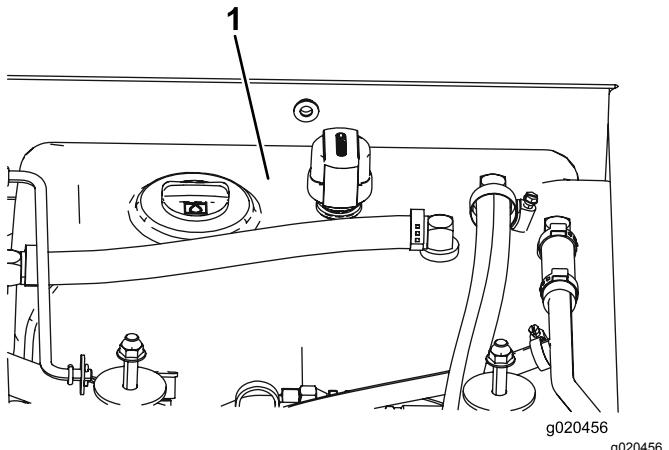

Figure 97
4. Remplissez le réservoir (Figure 97) de liquide hydraulique ; voir Contrôle du niveau de liquide hydraulique \(page 68\).